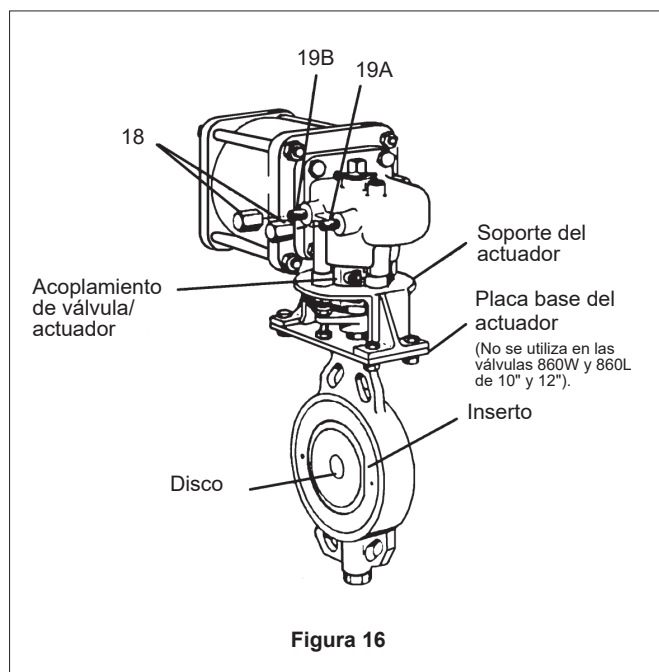

Figura 16
7.4 AJUSTE DE LOS TOPE EN LOS ACTUADORES NEUMÁTICOS ST Y ST-MS (FIGURA 16)